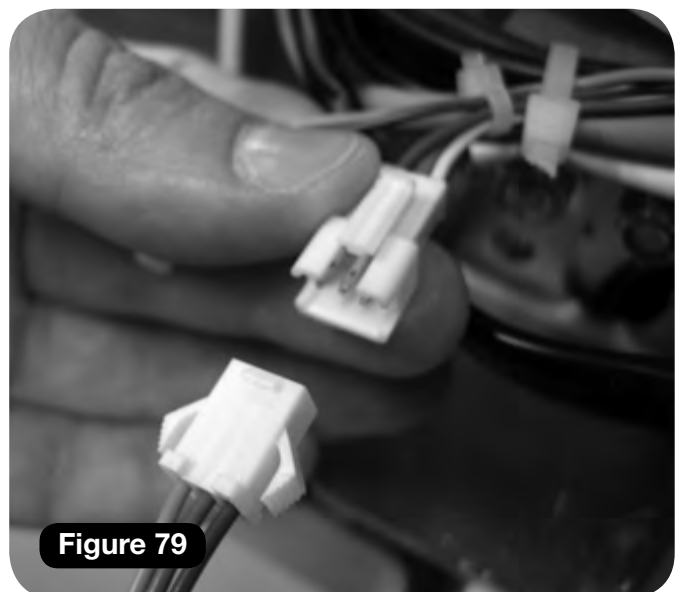

Figure 79
- e Connectez le faisceau de la manette de commande (orange, bleu et vert) (**Figure 79**).